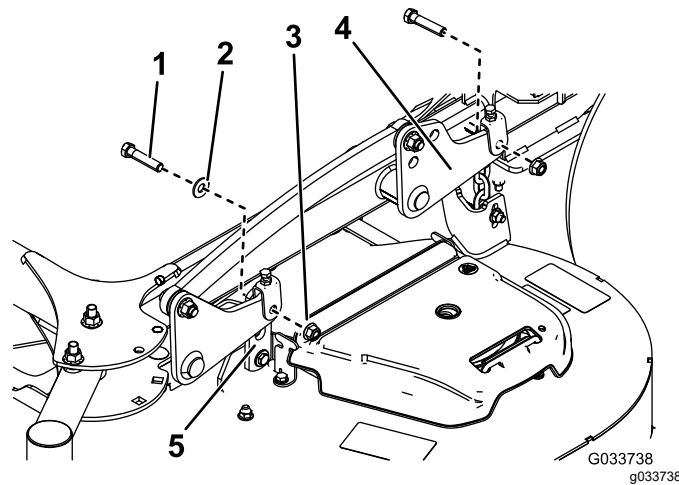
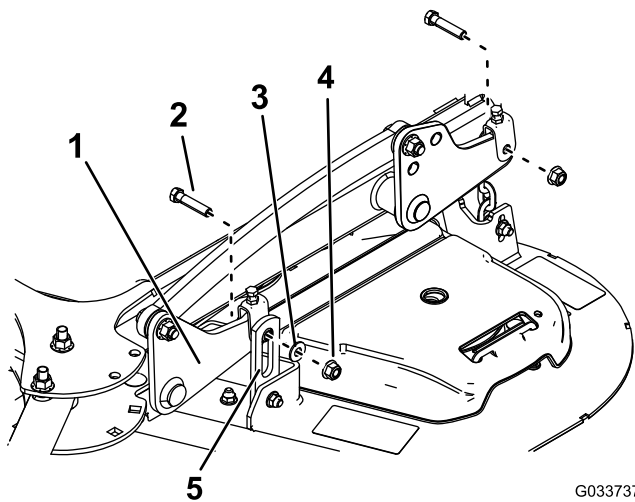

Figure 88
Figure 87
5. Retirez les 2 boulons, les 2 écrous et la rondelle qui fixent les pattes de support du tablier aux plaques de levage des deux côtés du tablier de coupe (Figure 87 et Figure 88).
Remarque: Pour les les tabliers de 132 cm (52 po), montez les pattes de support avant à l'extérieur des bras de levage avant (Figure 87). Pour les les tabliers de 152 cm (60 po), montez les pattes de support avant à l'intérieur des bras de levage avant (Figure 88).